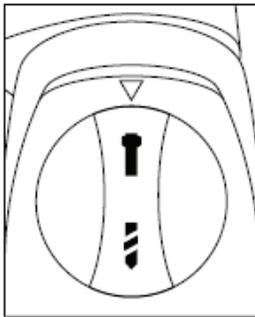

Fig. 6
5. SELECTOR DE FUNCIÓN (Fig. 6)